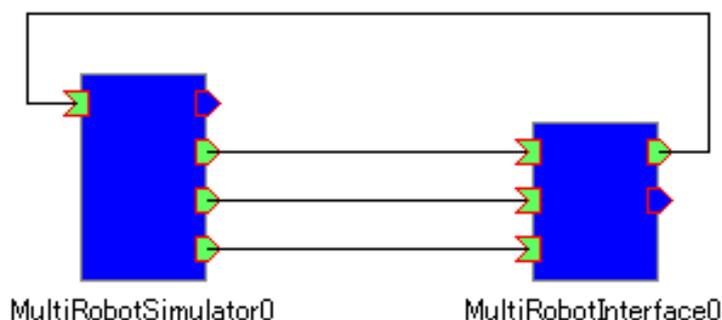

図 1 複数台ロボット操縦モジュールとの接続
本モジュール (MultiRobotSimulator) は単体で動作するが、検証用には当コンソーシアムから公開している「複数台ロボット操縦モジュール(MultiRobotInterface)」を利用すると良い。複数台ロボット操縦モジュールと接続する際には図 1 のように接続する。
- (1) online の SystemEditor を開く.
- (2) ネームサーバに接続する.
- (3) 入出力ポートを適切に接続する. 複数台ロボット操縦モジュールと接続する場合は p.2 の図 1 のように接続する.